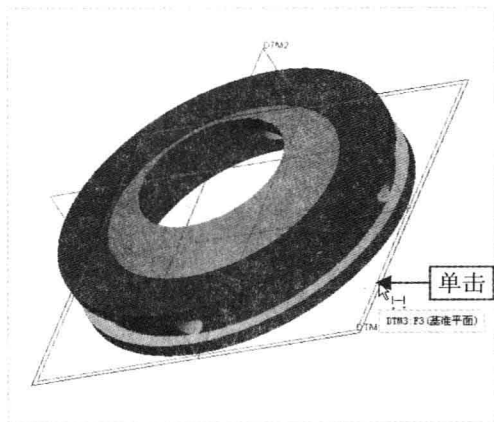

图 7-143 单击鼠标左键
Step 03 弹出“测量: 距离”面板, 按住【Ctrl】键的同时, 在模型的上表面和 DTM1 平面上依次单击鼠标左键, 如图 7-143 所示。